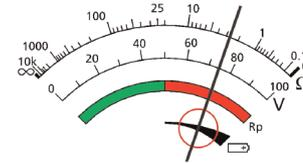

Abbildung 12: Anzeige der restlichen Batterieladung auf dem analogen Display
- Die Batterieladung wird auf dem analogen Display der Skala angezeigt, das mit markiert ist, wie in Abbildung 12 gezeigt.